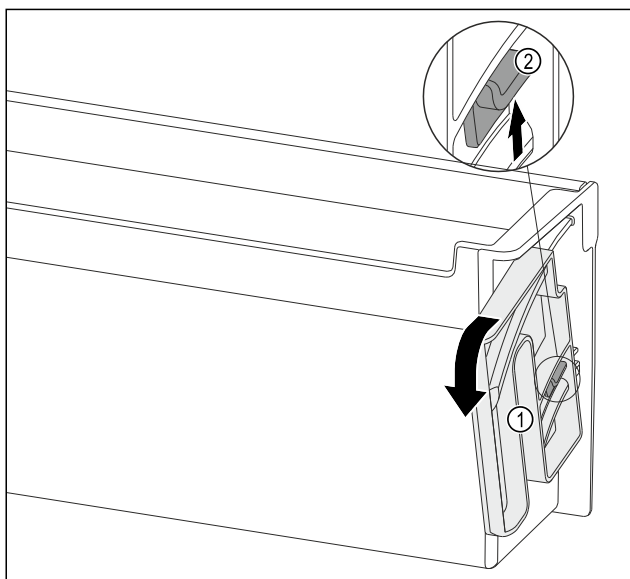

Fig. 110
- Draai-eenheid Fig. 110 (1) in de aangegeven richting tot aan de aanslag draaien.
- Strip Fig. 110 (2) omhoog duwen en draai-eenheid Fig. 110 (1) wegnemen.